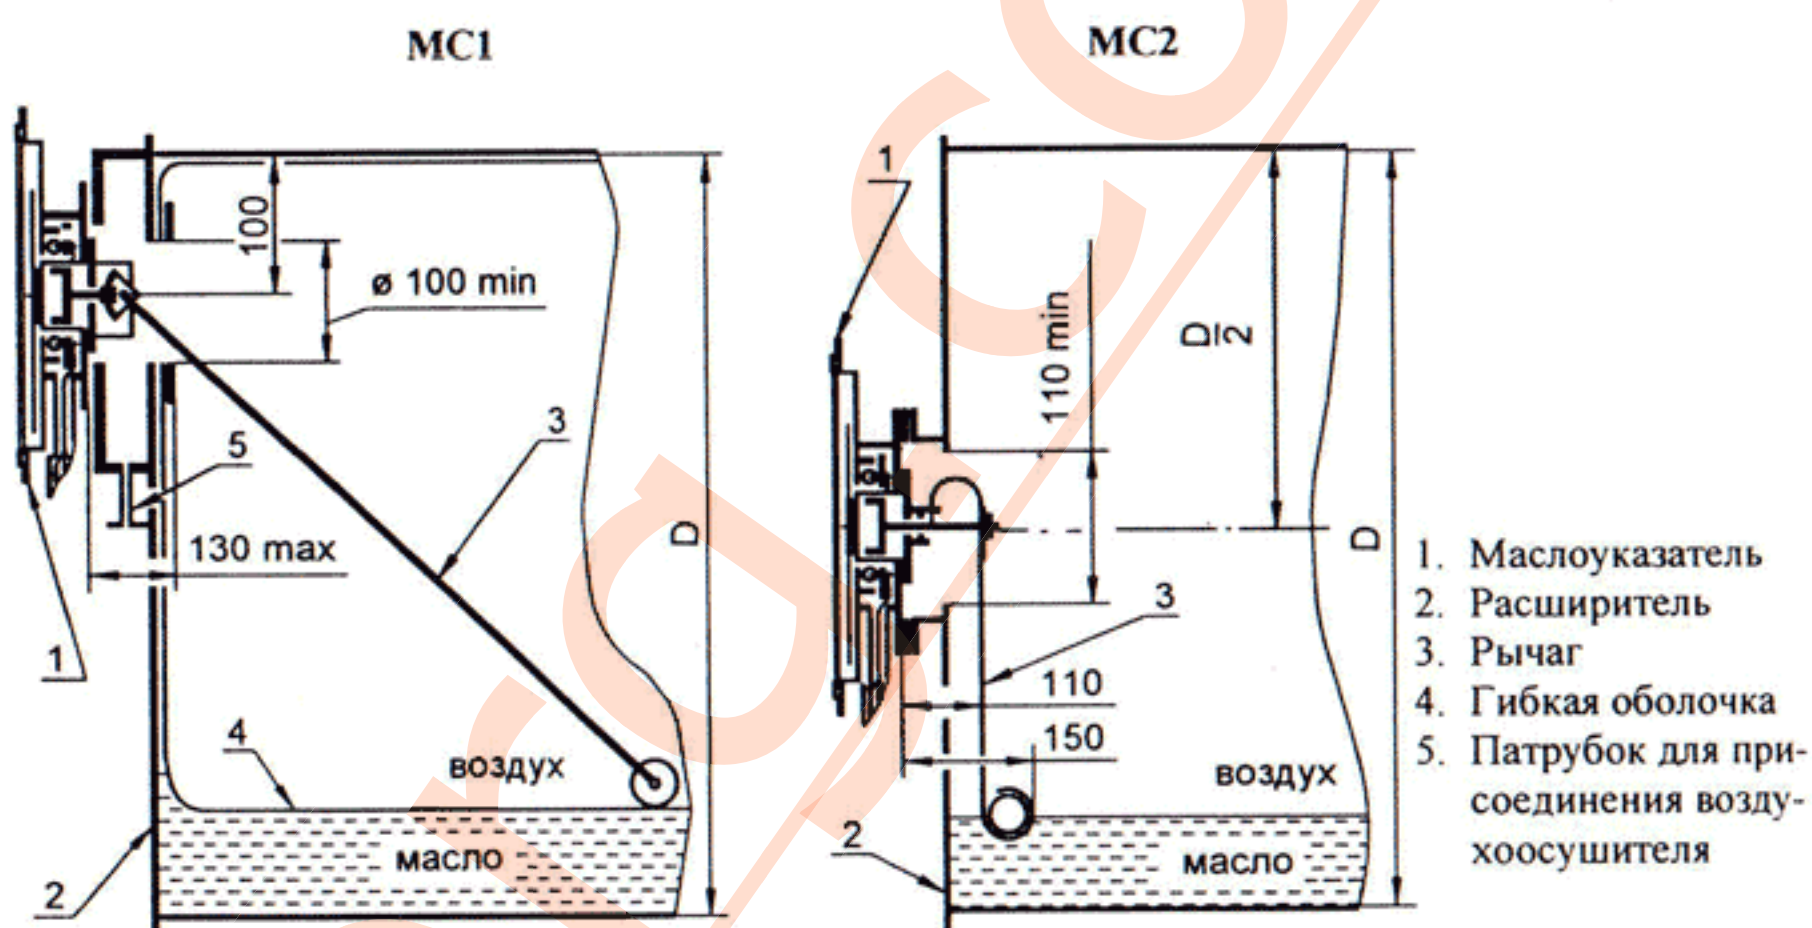

Рис. 3
5.1. Размещение маслоуказателя MC1 и MC2 на расширителе по рис. 3.